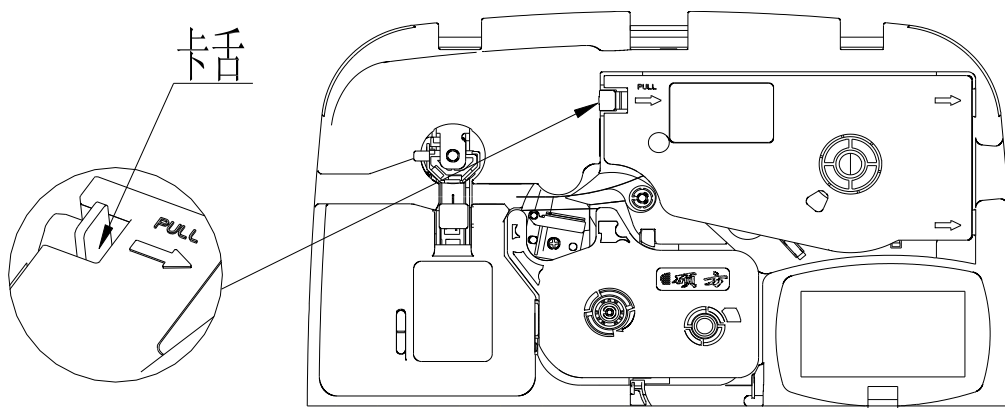

图 5 贴纸盒安装示意图
(2) 轻轻地将贴纸盒右侧的卡舌，插入线号机上打印材料固定座内的卡槽中；
(3) 压下贴纸盒直到左侧的卡舌“咔”的一声就位，并确保贴纸前端超过压紧轮，见图 5；